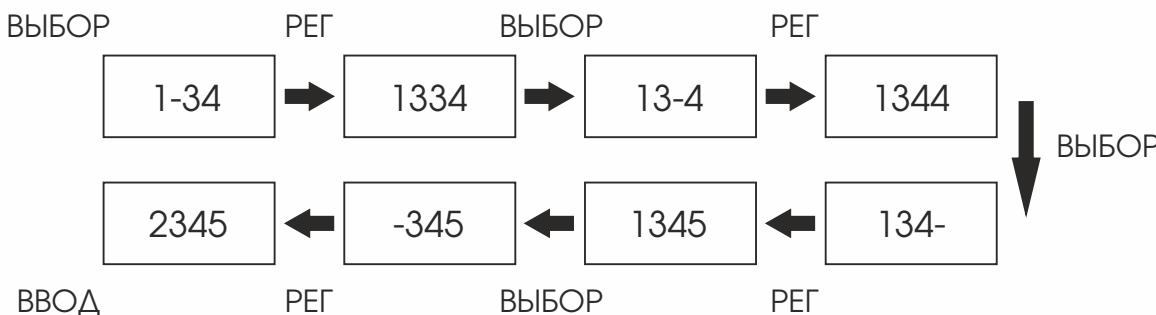

Рисунок 6. Ввод нового пароля.
- В случае ввода верного пароля можно задать новый пароль (например «2345»). Для этого нажмите кнопку «РЕГ». Далее, введите новый пароль используя кнопку «РЕГ» для изменения чисел в разрядах и кнопку «ВЫБОР» для переключения разрядов, как показано на рис. 6.
- В случае ввода неверного пароля следует кратковременно нажать кнопку «ВВОД», затем ввести верный пароль. Если Вы забыли пароль, следует связаться со службой технической поддержки производителя. Процедура ввода пароля на примере «2345» показана на рис. 6.